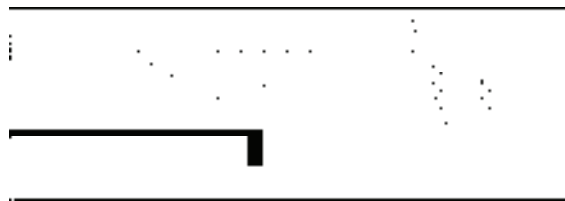

图 13-238 填充结果
8) 按〈Enter〉键, 在弹出的“图案填充和渐变色”对话框中修改填充角度为  $45^\circ$ , 绘制填充图案, 结果如图 13-238 所示。